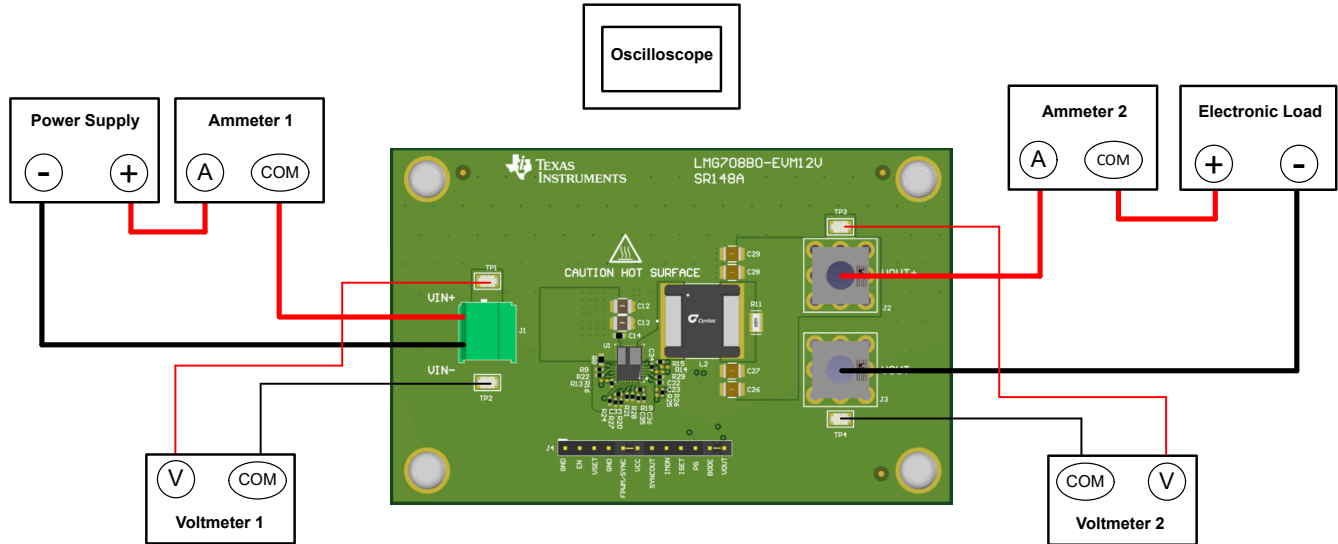

图 2-1. EVM 测试设置
参考表 2-1 中描述的 EVM 接头，使用图 2-1 中推荐的测试装置评估 LMG708B0-EVM12V。在提供 ESD 保护的工作站上工作时，请确保在处理 EVM 之前已连接所有腕带、靴带或垫子以使用户接地。
- 在连接直流输入源之前，将输入电源的电流限值设置为最大 0.1A。确认输入源最初设置为 0V 并连接到 VIN+ 和 VIN- 连接点，如图 2-1 所示。TI 建议使用一个额外的大容量输入电容器，以在使用长输入线路时提供阻尼。